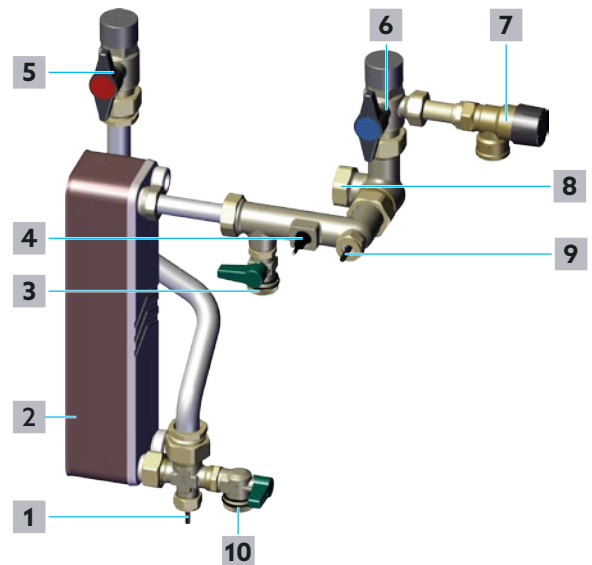

Abb. 19: Trinkwasserkreis Befüllen und Entlüften
- 1 Öffnen Sie langsam den Absperrkugelhahn Trinkwasser warm (siehe Position **5** in Abb. 19 auf Seite 24 und Position **10** in Abb. 2 auf Seite 11).
- 2 Öffnen Sie langsam den Absperrkugelhahn Trinkwasser kalt (siehe Position **6** in Abb. 19 auf Seite 24 und Position **11** in Abb. 2 auf Seite 11).
- Falls im Trinkwasserkreis weiterhin Geräusche durch Lufteinschlüsse entstehen, öffnen Sie leicht den KFE-Kugelhahn Trinkwasser warm bis nur noch Wasser austritt (siehe Position **10** in Abb. 19 auf Seite 24 und Position **16** in Abb. 2 auf Seite 11).